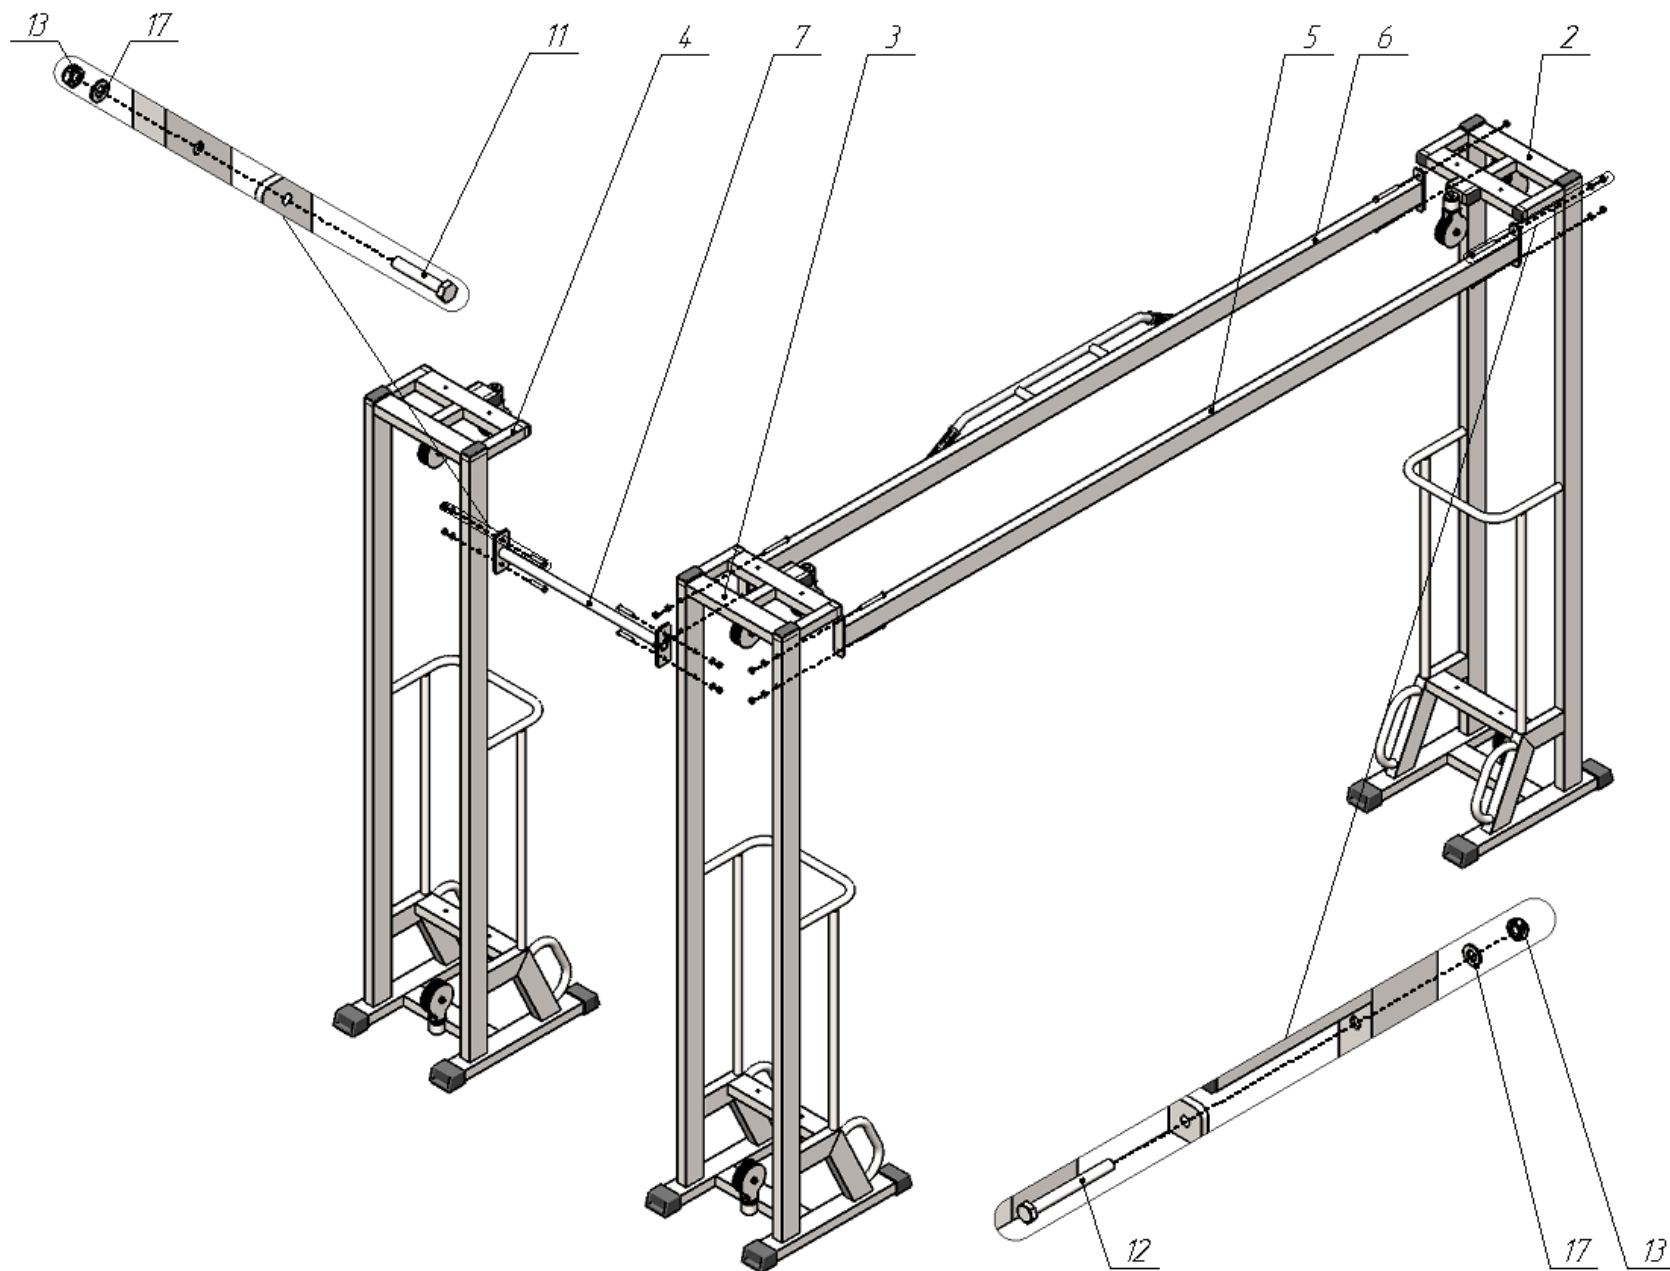

Рис.1
1. Скрутите между собой угловую (2) и левую (3) рамы перемычками (5;6) комплектом крепежа: болт М10х100 (12), гайка М10 (13); шайба D10 (17). Затем скрутите левую (3) и правую (4) рамы стяжкой 750 (7) комплектом крепежа: болт М10х60 (11), гайка М10 (13); шайба D10 (17) (рис.1).